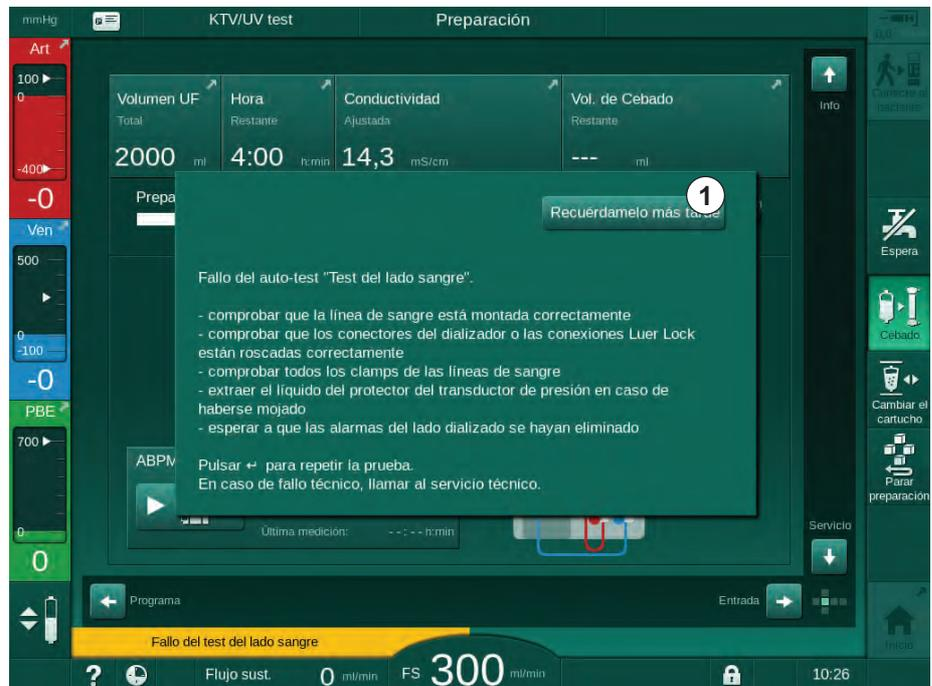

Fig. 12-4 Ventana *Recordármelo más tarde*
En caso de algunas alarmas y advertencias específicas (p. ej. alarma de SAD o *Fallo del test del lado de sangre* (1089)), aparece una ventana emergente que indica información relacionada o instrucciones de manejo. Esta ventana contiene el botón *Recordármelo más tarde* (Fig. 12-4, ①) que permite ocultar la ventana. De forma simultánea a la aparición de la ventana emergente, la tecla *Enter* se ilumina. Realizar las actividades indicadas.